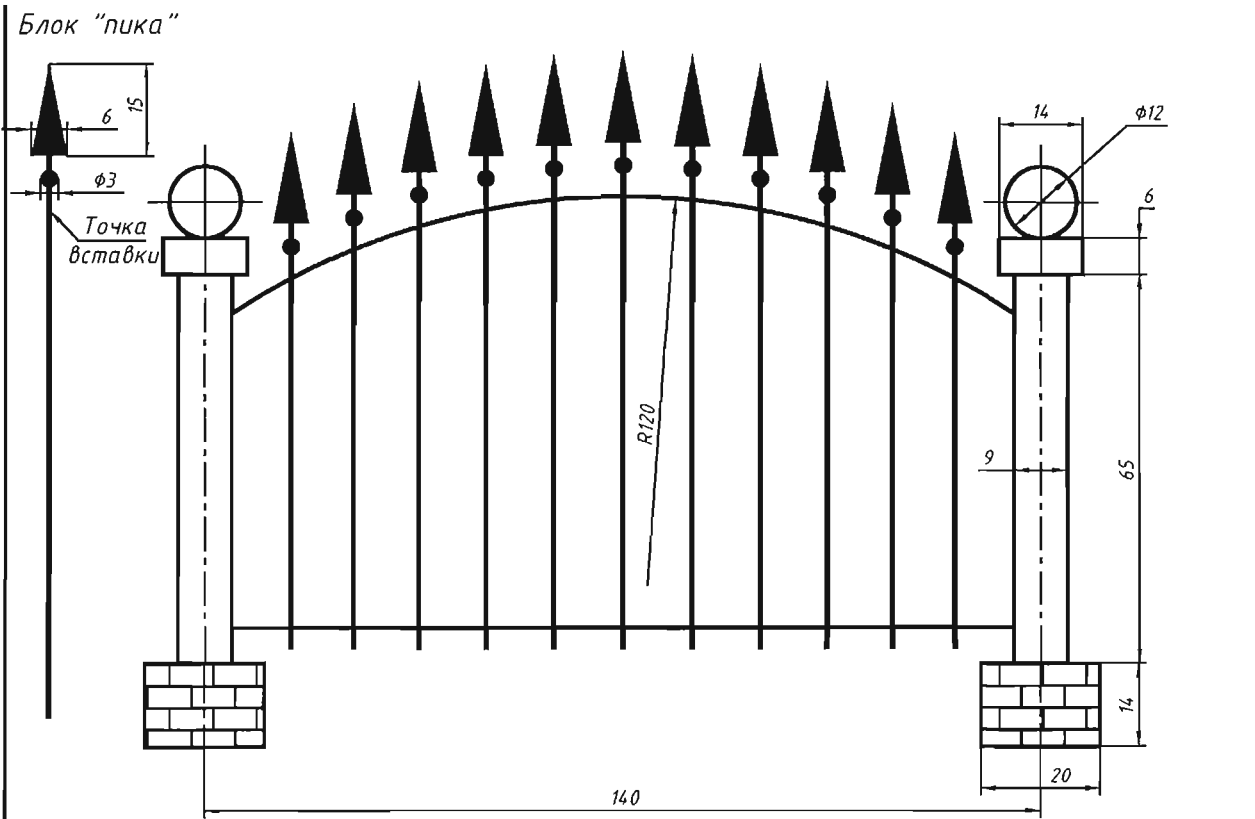

Рис. 9.5. Фрагмент ограды
9.2.5. Начертить фрагмент ограды. В построениях использовать деление блоком (рис. 9.5).